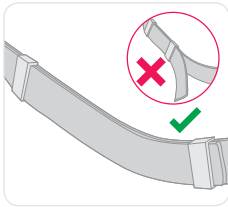

Afb. 15
- Alleen voor de RH3-harnasgordel: bevestig de gordelgesp aan de voorkant en stel de riem bij door hem door de gesp te trekken totdat hij goed past (zie Afb. 15).